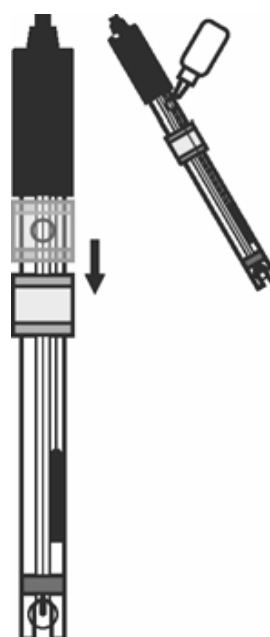

Рис.2
5.3 Уровень электролита в электроде должен поддерживаться в пределах показанных на рис. 2. При необходимости электролит сле-дует доливать в электрод через заливочное отверстие.